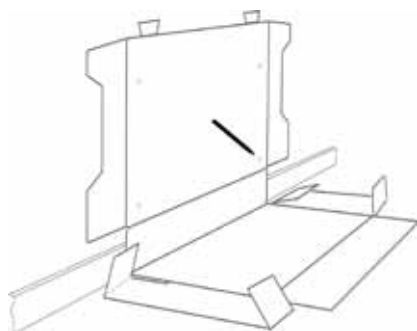

Рис. 3
- Отверстия также могут быть намечены с использованием шаблона. Проверьте, чтобы при разметке шаблон прилегал к стене. См. Рис.3. После разметки закрепите крепежную рамку к стене при помощи 4х шурупов.